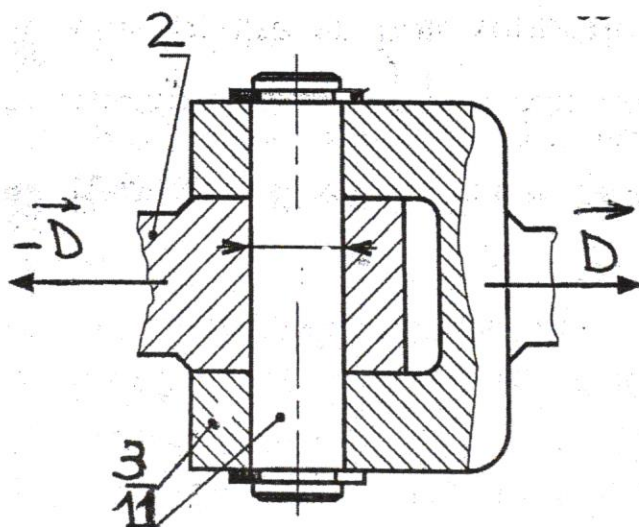

Figure 2
L'articulation en D de la liaison 2 - 3 est une articulation à chape, schématisée comme indique la figure 2.  $\vec{D}$  Schématise l'effort de cisaillement.
- 1- D'après la figure 2, donnez le nombre de sections cisillées de l'axe 11.